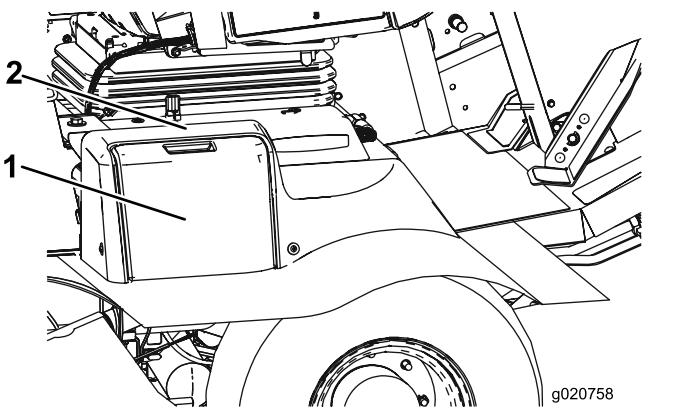

Figura 81
1. Abra a cobertura da bateria (Figura 81), no lado do resguardo.
Nota: Pressione a superfície plana por cima da cobertura da bateria para facilitar a remoção da cobertura (Figura 81).